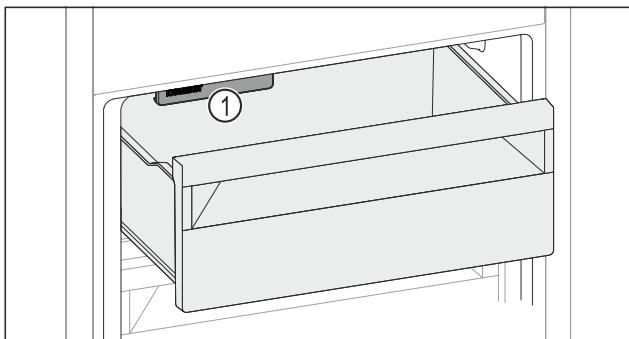

Fig. 142
- Учитывайте IceMaker Fig. 142 (1).